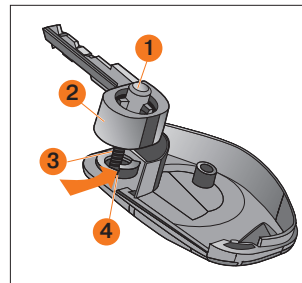

Рис. 5. Устройство ключа с ПДУ
Во время разъединения корпусов ключа под воздействием пружины кнопки ключа 3 (рис. 5), головка ключа 2 и кнопка ключа 1 выпадут со своих штатных мест.
(рис. 5) в головку ключа 2, совместив выступы кнопки с пазами головки ключа. Перед соединением верхнего корпуса ключа с нижним в кнопку ключа вставить пружину кнопки 3, совместив ус пружины с зацепами внутри кнопки.
7. Совместить выступающий наружу ус пружины 3 с пазом нижнего корпуса ключа 4, обозначенным стрелкой (рис. 5).